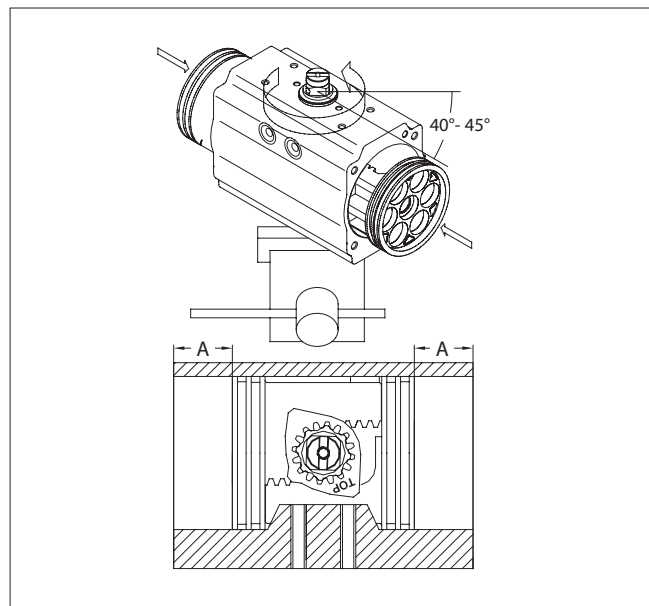

Figure 12.
- E. Pour le montage en rotation standard (fermeture dans le sens horaire), tournez le corps (50) de 40 à 45° dans le sens antihoraire (vu du bas de l'actionneur) ou dans le sens horaire (vu du haut de l'actionneur) comme indiqué à la (Figure 12).
- F. Pressez simultanément les deux pistons (40) dans le corps (50) jusqu'à ce que les crémaillères des pistons soient engagées, puis tournez le corps dans le sens horaire (vu du bas de l'actionneur) ou dans le sens antihoraire (vu du haut de l'actionneur), jusqu'à ce que la course soit terminée.
- G. Pour vous assurer que les dents du piston (40) sont uniformément engagées, compressez complètement les deux pistons (40) vers l'intérieur et mesurez la distance entre le bord du corps et la face du piston (40) de chaque côté, indiquée par la dimension « A » dans la (Figure 12). Si une valeur différente est obtenue entre les deux côtés, retirez les pistons et recommencez à partir de l'étape 2.D.